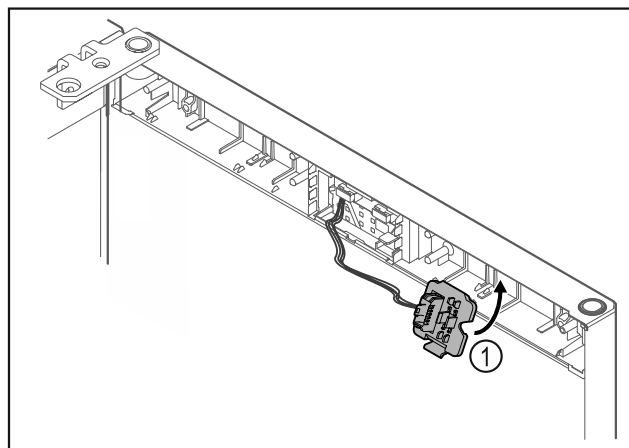

Fig. 16
- Innestare il supporto della spina Fig. 16 (1) sul lato opposto.*